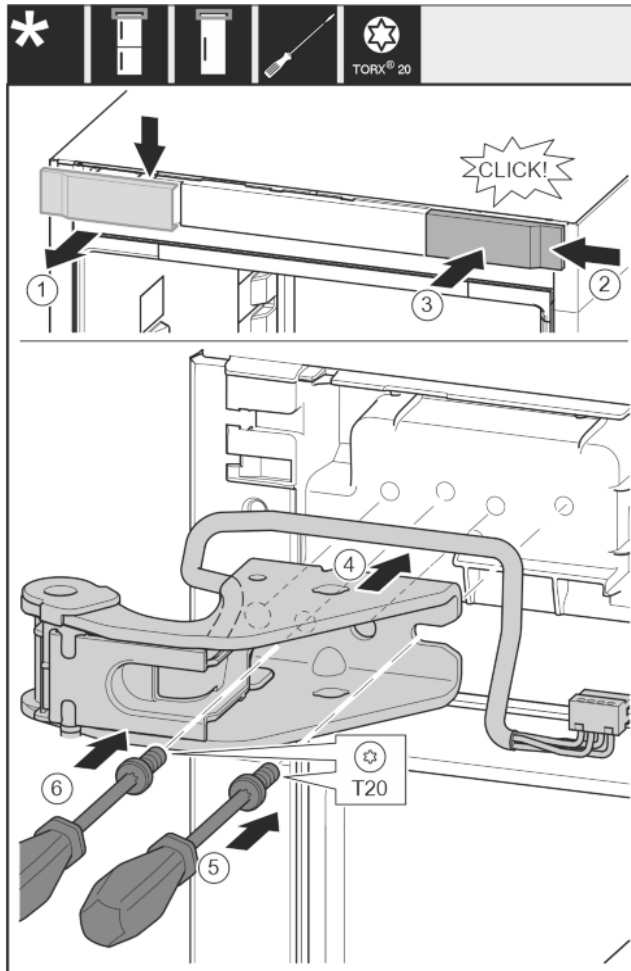

Fig. 17
- ▶ Abdeckung von oben nach vorne abnehmen. Fig. 17 (1)
- ▶ Abdeckung um 180° gedreht auf der anderen Seite von rechts einhängen. Fig. 17 (2)
- ▶ Abdeckung einrasten. Fig. 17 (3)
- ▶ Oberen Lagerbock ansetzen. Fig. 17 (4)
- ▶ Schraube mit Schraubendreher T20 ansetzen und festdrehen. Fig. 17 (5)
- ▶ Schraube mit Schraubendreher T20 einsetzen und festdrehen. Fig. 17 (6)